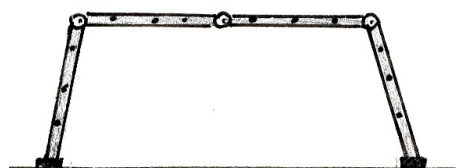

Fig. 25
- 2e)** configurazione piattaforma o ponte (**Fig. 25 - Rif.to 2**) .